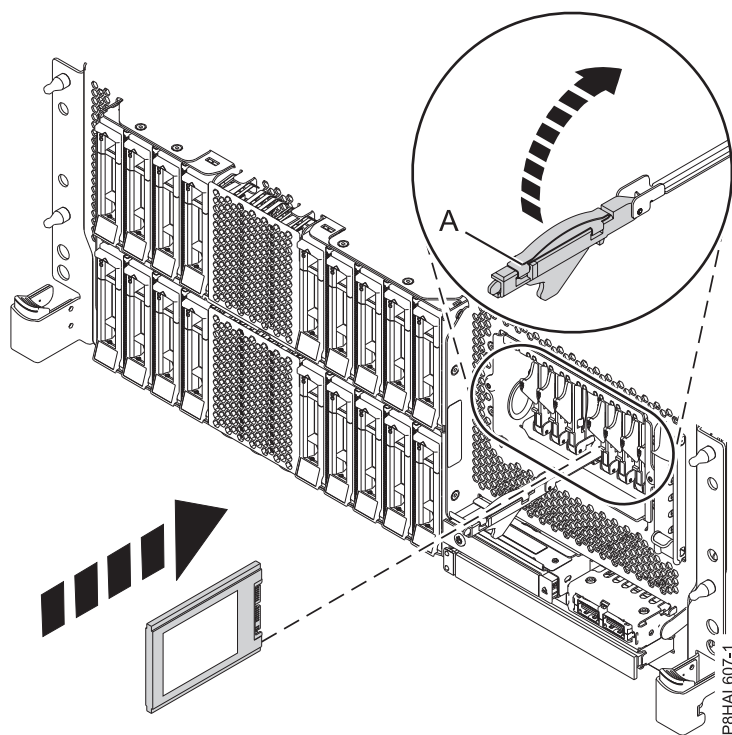
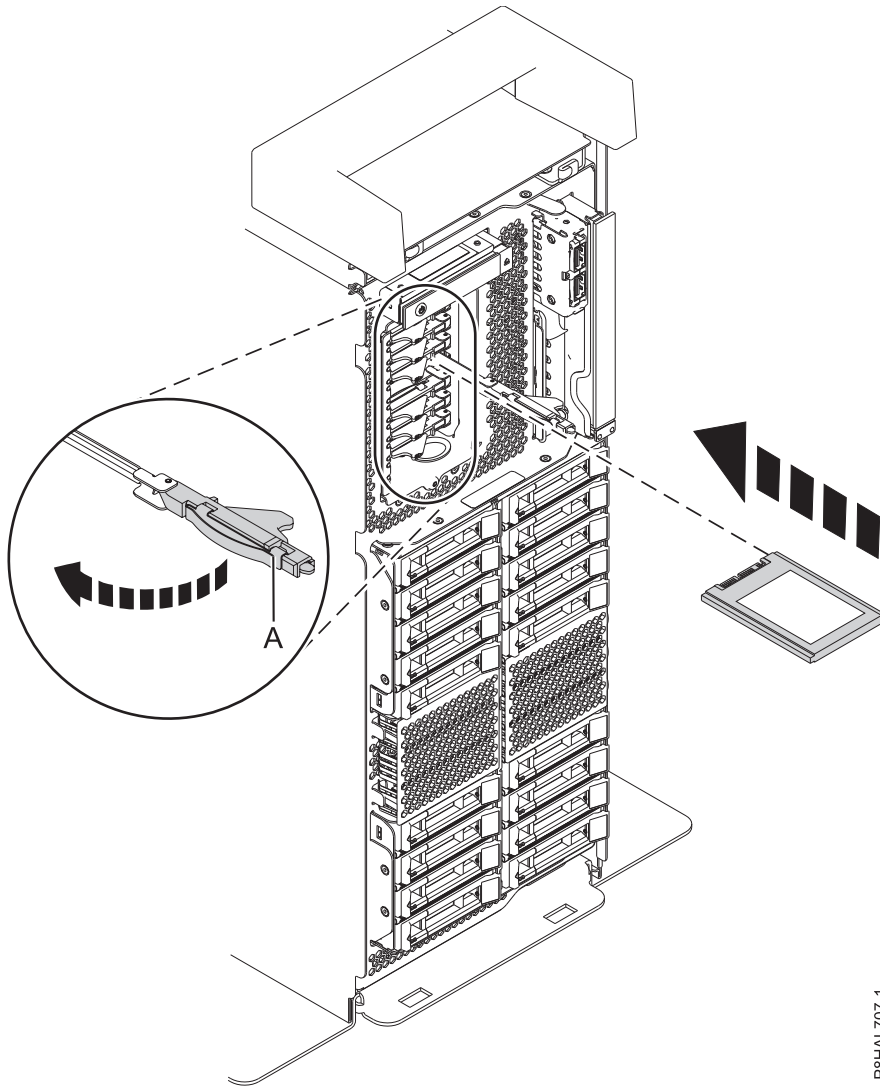

Figure 38. Installation d'une unité SSD dans un système à fonction étendue monté en armoire
Figure 39. Installation d'une unité SSD dans un système à fonction étendue autonome
15. Avec la poignée de la baie d'unité SSD (**A**) en position déverrouillée, tirez le levier vers l'extérieur pour accéder aux rails de guidage de l'emplacement SSD. Maintenez l'unité SSD par le dessous tout en l'alignant avec les rails de guidage de l'emplacement SSD. Voir figure 38 et figure 39, à la page 44.
20. Verrouillez l'unité en faisant tourner la poignée de la baie (**A**) dans la direction indiquée. figure 38 et figure 39, à la page 44.